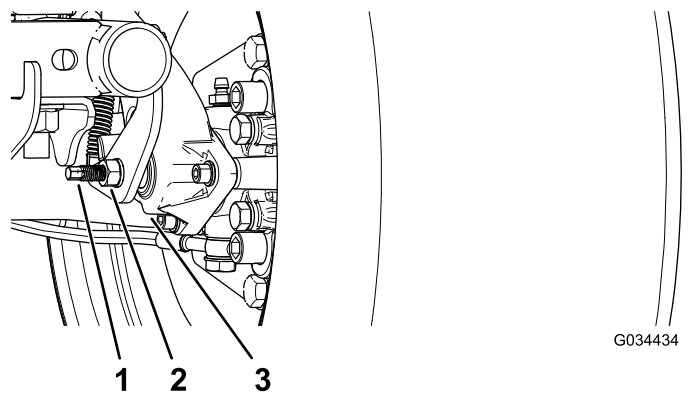

Figura 59
3. Utilizzando 2 chiavi, mantenete fermo il montante di regolazione sulla pinza con una chiave e allentate il controdado di 1/4 di giro con l'altra chiave (Figura 59).
4. Tenendo fermo il montante di regolazione e il controdado, girate il montante di regolazione per serrarlo (Figura 59).
5. Tenendo fermo il montante di regolazione e il controdado, allentate di 1/4 di giro (Figura 59).
6. Tenendo fermo il montante di regolazione e il controdado, serrate il controdado (Figura 59).